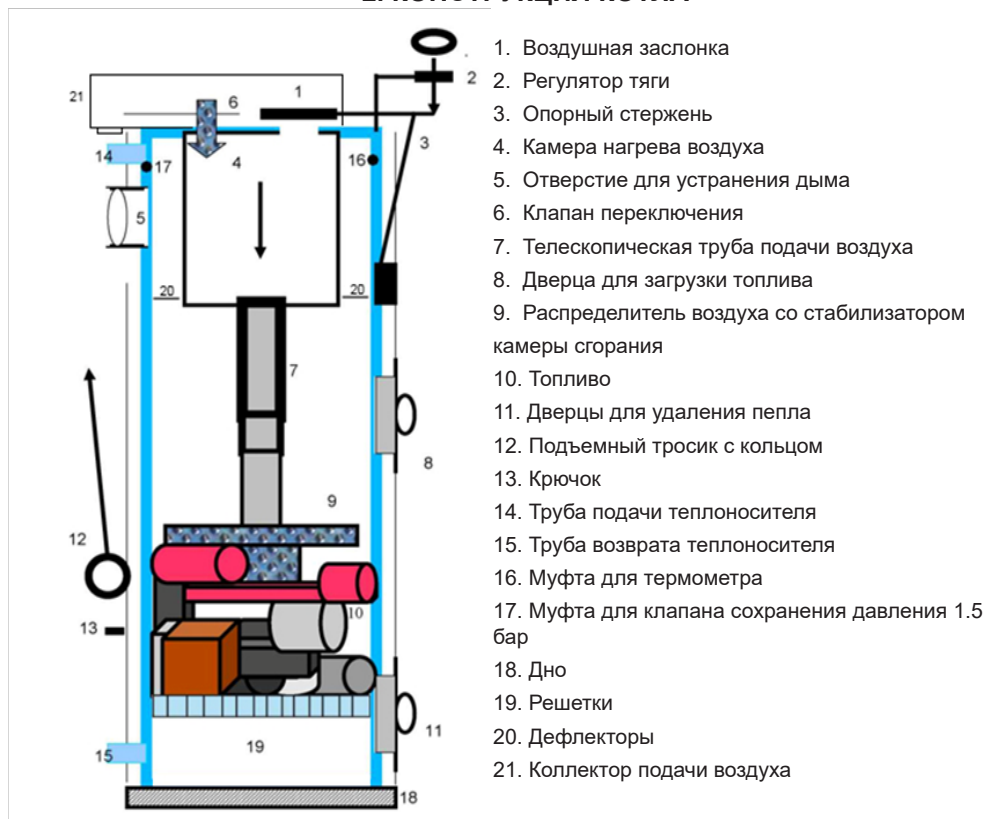
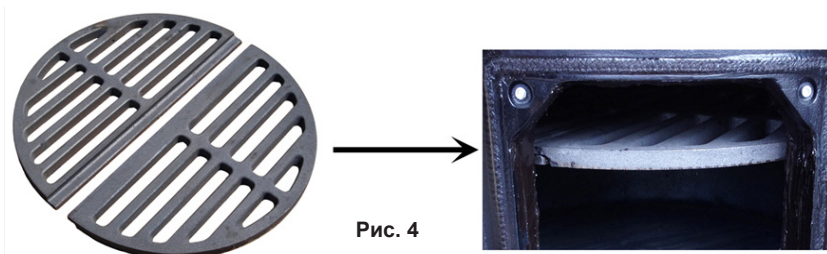
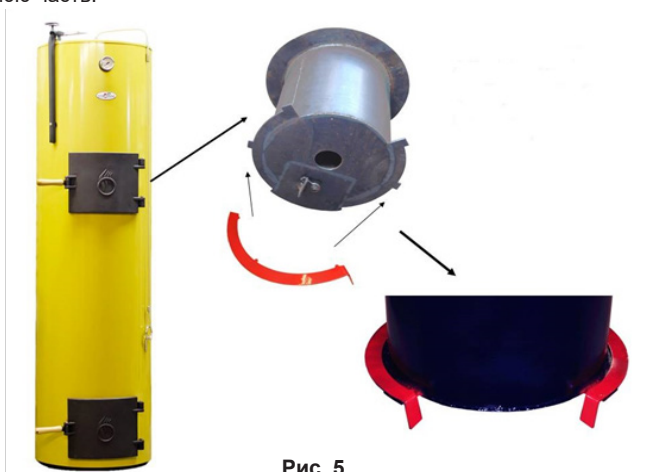

Рис. 1
Рис. 4
Рис. 5
2.1. ОПИСАНИЕ КОНСТРУКЦИИ КОТЛА (Рис. 1)
На самую маленькую часть телескопической трубы подачи воздуха (7) (Рис. 1) насаживается стабилизатор камеры сгорания (Рис. 3), который в новых котлах – цельный. Мы также производим и восстановленные стабилизаторы из двух частей. Если на телескопической трубе подачи воздуха (7) (Рис.1) есть три отверстия, то стабилизатор фиксируется в третьем отверстии с помощью штыря, а если отверстие лишь одно – необходимо дополнительно сделать еще одно отверстие над существующим отверстием на расстоянии в 55 мм. Прикрепив стабилизатор, прикрепляется распределитель воздуха (Рис. 3).
При сжигании очень сухих и мелких дров, гранул, древесных брикетов и угля, распределитель крепится на центральном отверстии, чтобы расстояние между концом трубы подачи воздуха (7) (Рис. 1) и распределителем уменьшилось до 5-7 мм.
3.3. РЕШЕТКИ (Рис. 4)
Используйте решетки (19) (Рис. 1); (Рис. 4) при топке гранулами, углем, торфом или брикетами из древесных опилок. Решетки необходимо повесить на крючки, расположенные в нижней части котла, открыв нижнюю дверцу (11) (Рис. 1). Решетки (19) (Рис. 1); (Рис. 4) найдете в комплектации, открыв нижние дверцы для удаления пепла (11) (Рис. 1). Эта деталь подвешивается в котле „U“ для того, чтобы дополнительный воздух попал через воздушный канал в нижней части котла, который необходим при топке котла углем или торфяными брикетами. В котле „БИО“ решетки подвешиваются для того, чтобы образовавшийся уголь полностью сгорел. Поместите решетки (19) (Рис. 1); (Рис. 4) на дно универсального и „БИО“ котла при топке древесиной. Данная деталь комплектуется при покупке универсального и „БИО“ твердотопливного котла „Stropuva“. Для замены решетки изготавливаются из двух частей.
3.4. ДЕФЛЕКТОРЫ (Рис. 5)
Дефлекторы (полумесяцы) 2 шт.(Рис. 5) предназначены для повышения экономичности котла. Установив котел рекомендуем поместить дефлекторы (20) (Рис. 1) через верхние дверцы для загрузки топлива (8) (Рис. 1) на внутренний бочок воздушного подогревателя, на его нижнюю часть.
Если в котле слишком сильная тяга, запустите дополнительный воздух из котельной, используя клапан (зажим дымохода) (Рис. 6), который находится на отверстии для устранения дыма (5) (Рис. 1). Для того, чтобы уменьшить тягу и вибрацию, необходимо открыть отверстие дымохода. Для увеличения тяги – закройте отверстие с помощью зажима дымохода (Рис. 6).
Клапан предназначен для защиты твердотопливных котлов от перегрева. Когда давление воды достигает опасного уровня, клапан открывается, в результате чего, горячая вода сливается в канализацию, и в то же время, когда давление в системе падает, отопительная система заполняется холодной водопроводной водой с помощью автоматического пополнения. Клапан должен быть установлен в верхней части котла (17) (Рис. 1) возле дымохода (смотреть пункты 6.2; 6.3; 6.4 в схеме подключения Нр. 23). Холодная водопроводная вода подсоединяется к автоматическому пополнению системы, которое устанавливается на линии возврата теплоносителя отопительной системы вблизи котла.